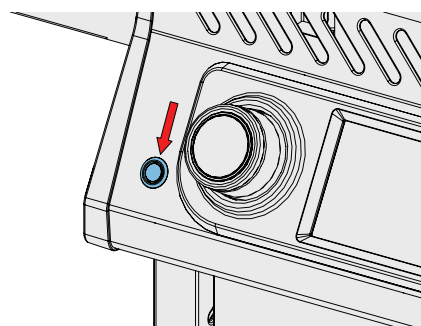

Fig. 5
- Assurez-vous que votre appareil est allumé. (Fig. 5)